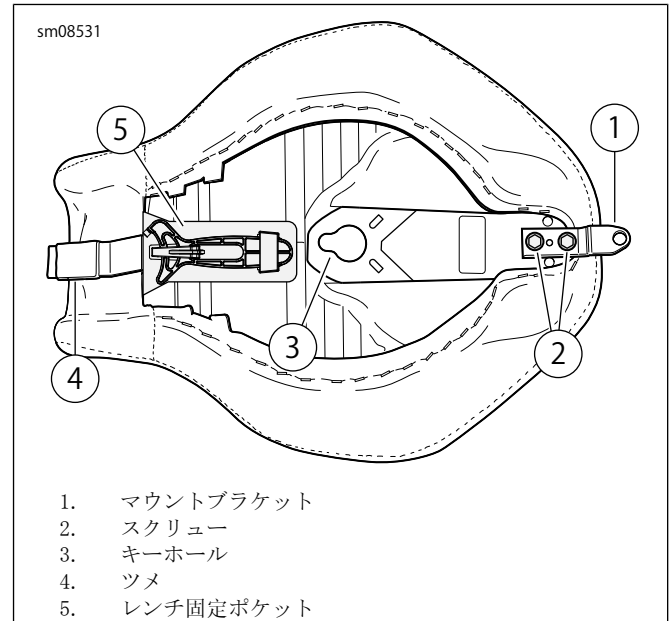

図1。ブラケット、スクリュー、キーホール、およびツメ
1. 図1を参照してください。リアシートブラケット(1)を固定している2本のスクリュー(2)を外します。ブラケットを取り外します。ブラケットは廃棄します。52400125の場合:スクリューは保管し、ピリオンへの取り付けに使用します。52400127の場合:スクリューは廃棄します。